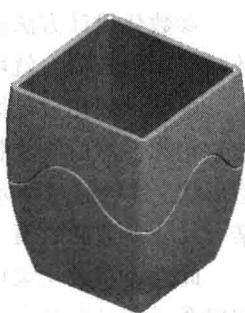

图 1-6 笔筒模型
- 选取菜单命令【文件】/【打开】打开教学资源文件“\第 1 章\素材\pen_box.prt”，这是一个笔筒模型，如图 1-6 所示。